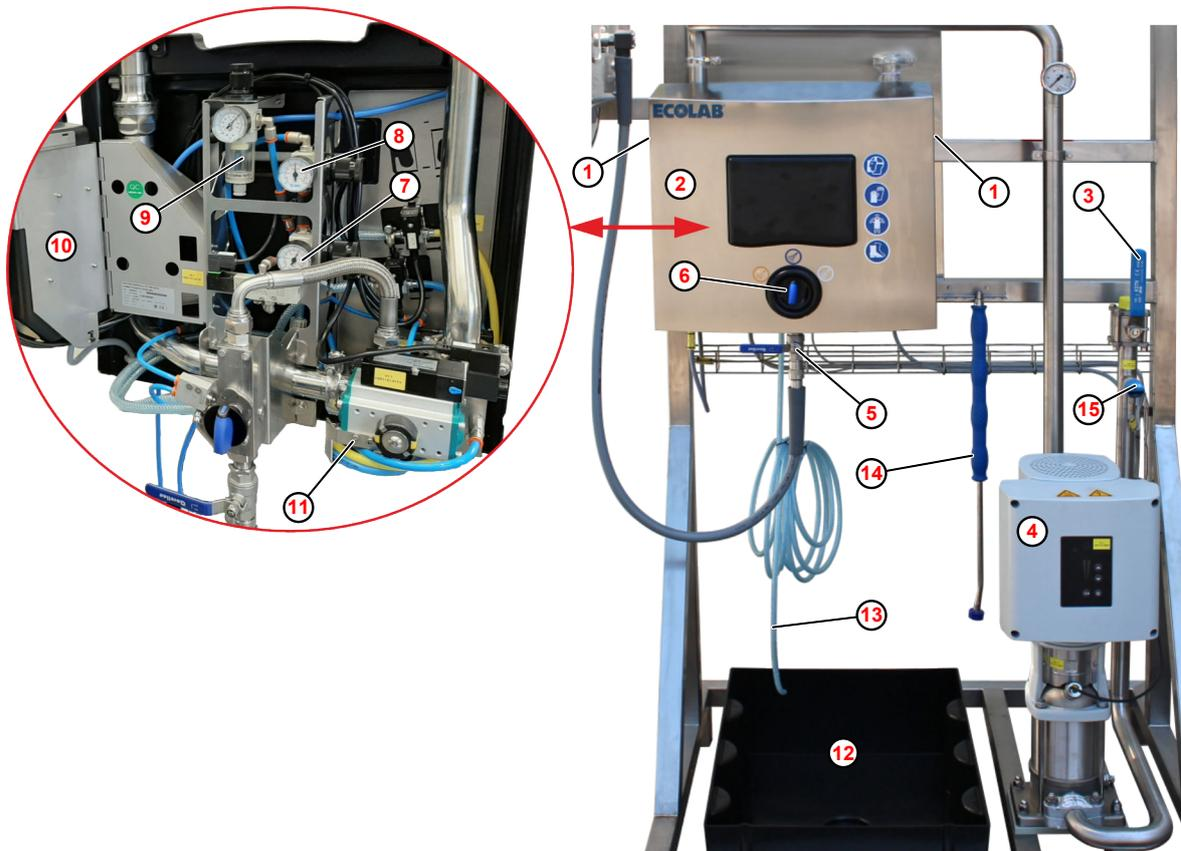

Abb. 32: Foamatic-Satellit mit Anschlüssen und Druckluftversorgung
2. ▶ Torx-Schrauben, siehe Abb. 32 ① an der Abdeckung ⑩ des Foamatic-Satelliten lösen und Abdeckung abnehmen.
4. ▶ Bei vorhandenen Leckagen den Absperrhahn ③ der Wasserzufuhr schließen (Stellung [ZU] / horizontal).